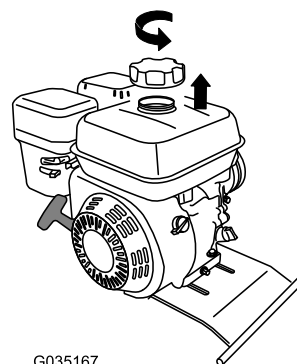

Figura 51
2. Retire el tapón del depósito de combustible girándolo en sentido antihorario (Figura 51).